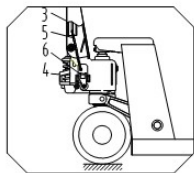
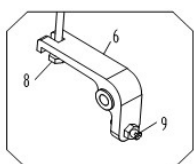

fig. 2
fig. 4
Ver fig. 2. Pase la cadena 4 de la empuñadura por el orificio central del pasador 2.
Coja la tuerca que está en el extremo de la cadena 5 y engánchela en la ranura de la placa de la palanca 6. Ver fig. 2 y fig. 4.
1. Localice el tornillo 9 (ver fig. 4).